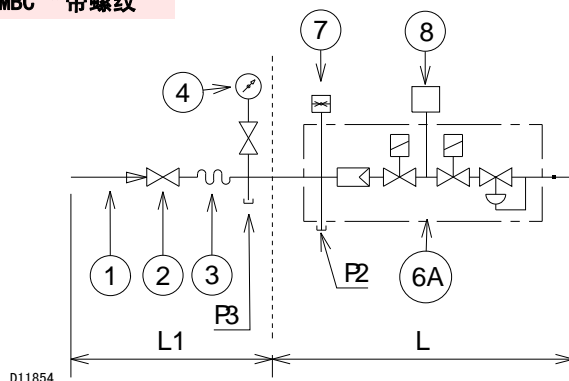
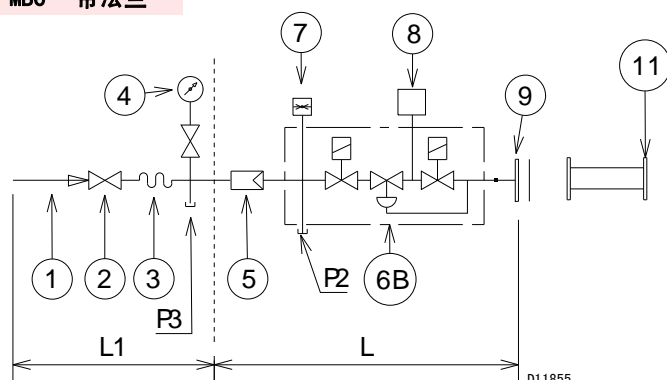
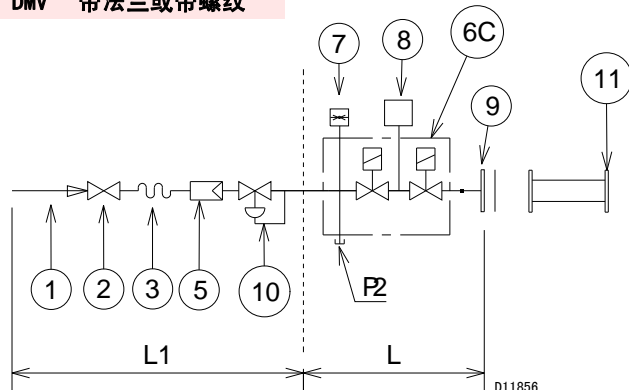
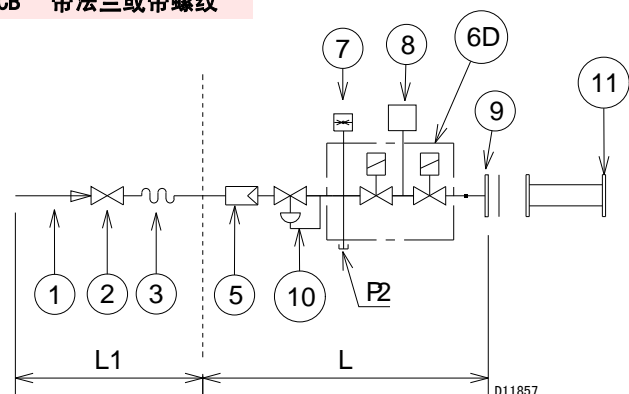

图 18
图 19
图 20
图 21
符号说明（图 18 - 图 19 - 图 20 - 图 21）
在测试点 P1) (图 18) 所测到的燃气压力，同时：
燃气蝶阀 10) (图 18) 在最大开口即 90° 时的压力损失。
- 将测试点 P1) 处测得的燃气压力减去燃烧室压力 (图 18)。
测试点 P1) (图 18) 处燃气压力 = 25.6 mbar
要计算测试点 P1) (图 18) 处要求的燃气压力，请设定燃烧器操作需要的最大输出功率：
- 在右侧 (第 1 列) 中读出测试点 P1) (图 18) 处的压力。
测试点 P1) (图 18) 处要求的压力。